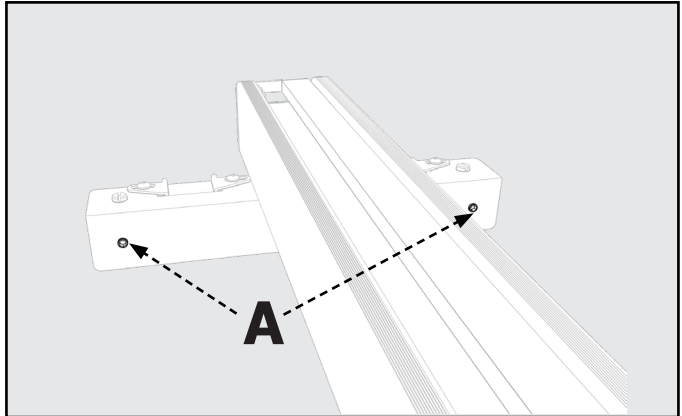

FIGURE 13
2. Serrez ou desserrez légèrement l'une des deux Vis de Réglage (A) illustrées dans la **Figure 13**, à l'aide d'une Clé Hexagonale de 3mm (non fournie).
2. Localisez les deux Vis de Réglage (A), illustrées dans la **Figure 13**.